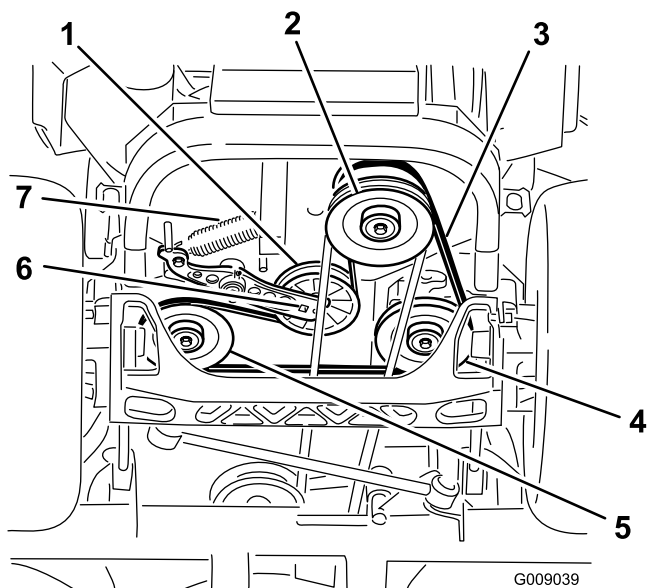

Figure 77
- Soulevez la machine sur des chandelles (Figure 77).
5. Insérez un rochet dans le trou carré du bras de la poulie de tension pour déposer le ressort de la poulie de tension (Figure 77).
6. Décrochez le ressort de la poulie de tension du châssis (Figure 77).
9. Insérez un rochet dans le trou carré du bras de la poulie de tension pour installer le ressort de la poulie de tension sur le châssis (Figure 77).